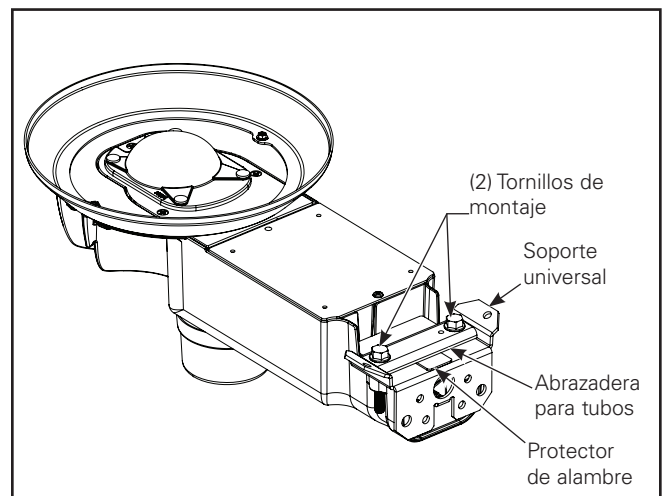

Figura 1.
1. Use una llave de tubo de 1/2 " para quitar el soporte de montaje en pared / poste del accesorio y deje a un lado dos pernos de montaje del accesorio y un blindaje de alambre. Deseche la abrazadera de sujeción del tubo. (Figura 1.)
1. Use una llave de tubo de 1/2 pulg. para quitar el soporte de sujeción de la tubería de la luminaria y deje a un lado dos pernos de montaje del accesorio. Deseche el soporte de montaje en pared / poste y el protector de alambre. (Figura 1.)